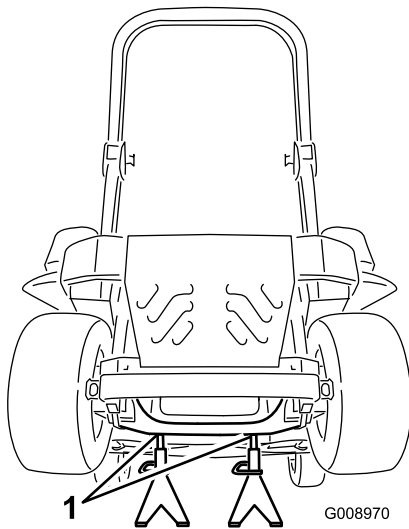

Figura 100
3. Levante la máquina y apóyela sobre gatos fijos (Figura 100).
9. Retire los soportes y baje la máquina (Figura 100).